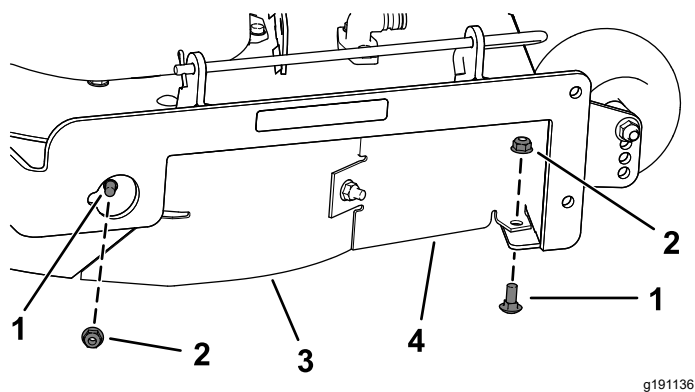

Figura 14
7. Remova os dois parafusos de carroçaria (5/16 x 3/4 pol.) e as duas porcas de bloqueio (5/16 pol.) que prendem o abafador direito e a proteção do abafador à plataforma do cortador (Figura 14).